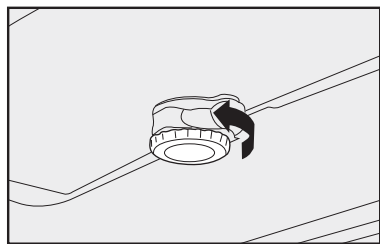
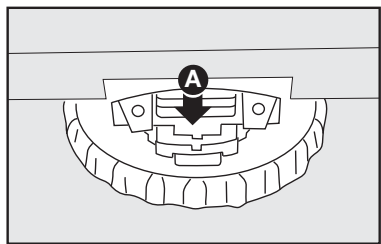

fig. 102
fig. 103
Girar a manivela **fig. 102** no sentido indicado, para permitir a abertura do teto solar na posição desejada.
- desprender a trava de cor vermelha **A-fig. 103**, exercendo uma ligeira pressão na mesma, conforme indicado (esta operação deverá ser executada utilizando a extremidade da chave de fenda existente na bolsa de ferramentas, localizada debaixo do banco do motorista);
Para recolocar o vidro do teto solar, inverter a ordem dos procedimentos de retirada encaixando o vidro novamente em suas sedes dianteiras e na trava **fig. 103**. Pressionar ligeiramente a parte traseira do vidro até ouvir o barulho metálico de travamento; logo após, girar 2 vezes a manivela **fig. 102** (em sentido contrário ao de abertura do vidro).